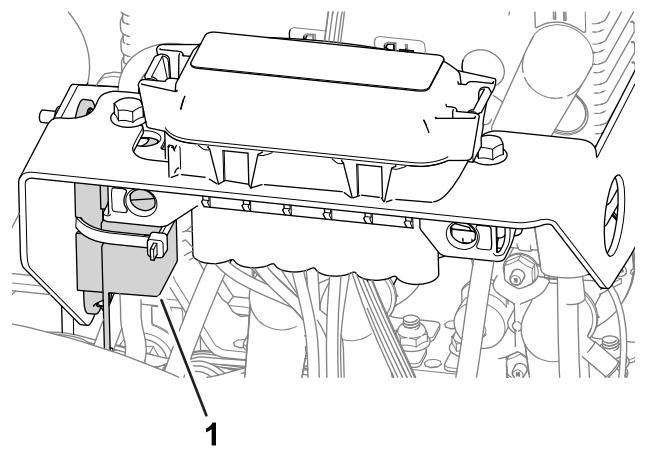

Figura 54
- Il fusibile per il motore delle ruote di sinistra (60 A) è situato sotto la copertura sul lato sinistro della macchina, vicino ai fusibili del circuito di trasmissione dei cilindri (Figura 54).